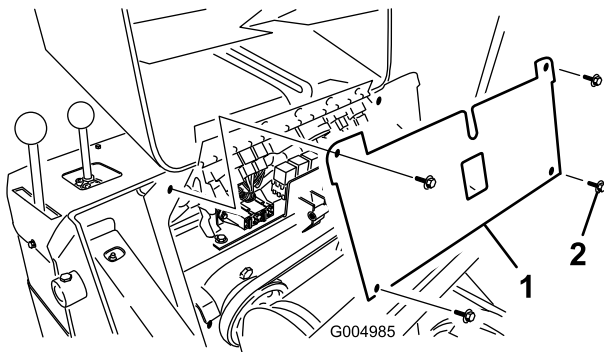

Figura 42
4. Retire los 4 tornillos que sujetan el panel de fusibles, luego tire del panel hacia fuera y hacia arriba para retirarlo (Figura 42).